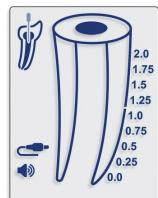

Fig. 4
- Messkabel am Gerät anschließen und sicherstellen, dass das Kabelsymbol am Display erscheint (Abb. 4).